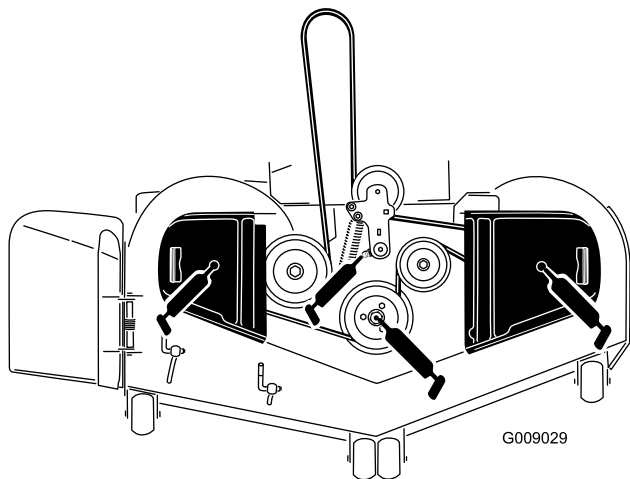

Figura 41
3. Engrase el pivote de la polea tensora de la carcasa del cortacésped hasta que salga grasa por el extremo inferior (Figura 41).
4. Engrase los tres cojinetes de los ejes hasta que rezume grasa de las juntas inferiores (Figura 41).
5. Engrase el brazo tensor de la correa de transmisión (Figura 41).